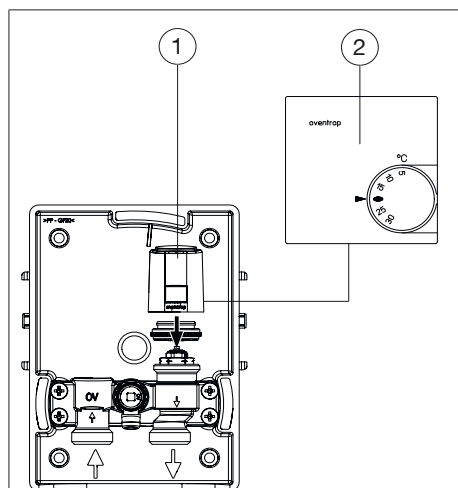

Fig. 9: Montage du thermostat d'ambiance avec moteur
3. Visser le moteur (voir Fig. 9 en page 40 (1)) sur le robinet. Faire passer le câble à travers le trou dans le boîtier encastrable (voir 6.1 en page 37).